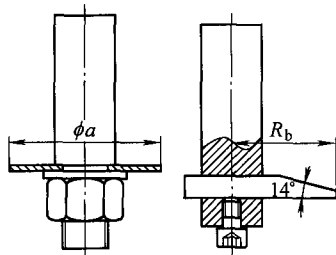

图 2
(1) 首先考虑使用成形刀加工, 但是订购、制作周期过长, 只好在试制阶段暂时放弃。
(2) 考虑使用MasterCAM软件编辑, 使用锯片铣刀分层加工, 但由于此型面为倒扣 (因为刀具只能从开口面进刀加工), 用软件无法实现用锯片铣刀走出其斜面轨迹, 最终此方法也失败。
(3) 后来提出使用锯片铣刀和单刃 14° 镗刀 (见图2) 来加工, 理论上此加工工艺合理, 最终选用此方法进行加工工艺试制以及最终工艺确定。